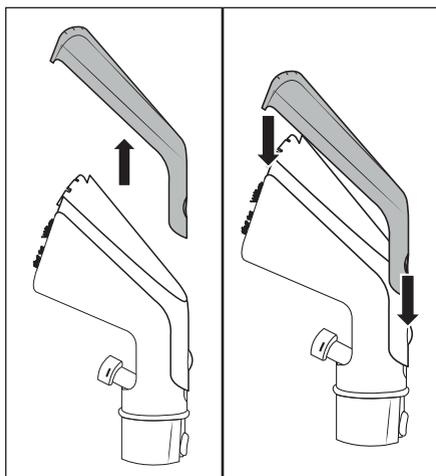

Fig. 9
- ◆ Premere il tasto di blocco **24** della copertura dell'accessorio per la pulizia **23** della bocchetta per imbottiture **22** e staccare la copertura dell'accessorio per la pulizia **23** (vedere fig. 9).
- ◆ Applicare la copertura dell'accessorio per la pulizia **23** alla bocchetta per imbottiture **22** e spingerla verso il basso finché il tasto di blocco **24** non s'innesta nella bocchetta per imbottiture **22** (vedere fig. 9).